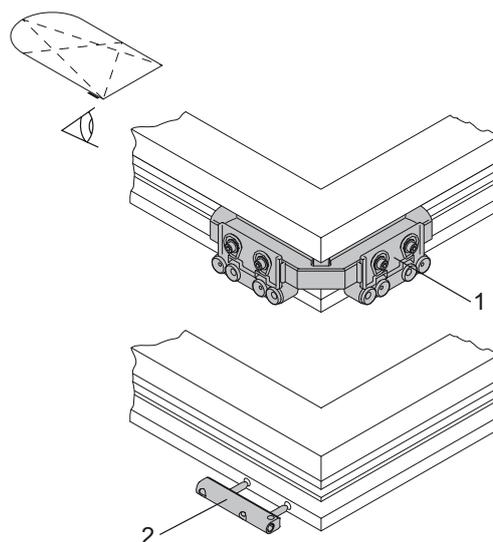

Рис. 8: Шаблон LE.B.FL.K - нижняя петля на створке FL.KA
17. Монтаж петли на створке FL.KA (Рис. 8):
- Установить шаблон LE.B.FL.K (1) и просверлить под базисные штифты два отверстия 6 мм глубиной 20 мм.
- Установить петлю на створке FL.KA (2) и закрепить шурупами от 3,9 до 4,2 мм. Длина шурупа должна быть минимум 35 мм.